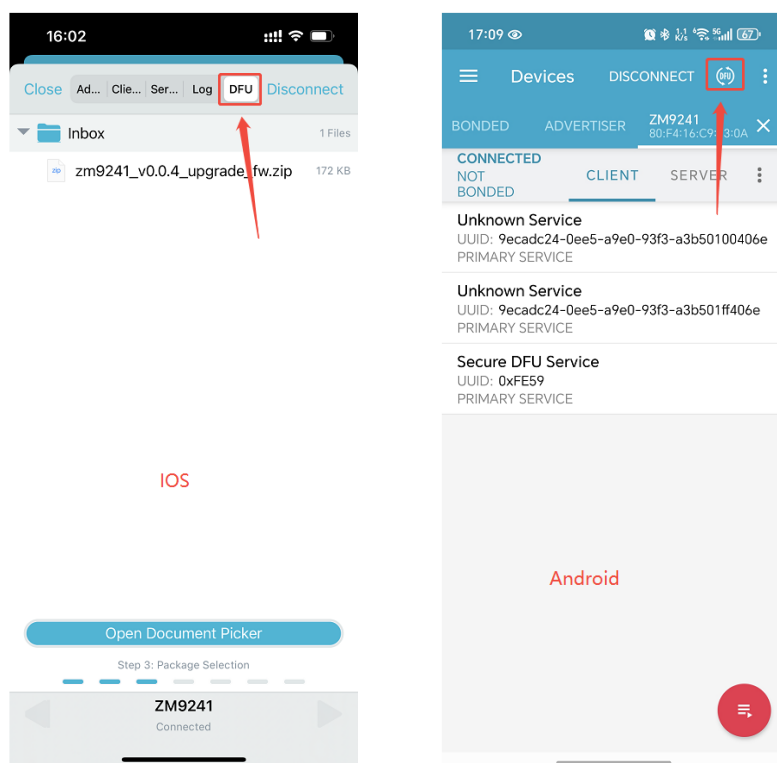

图 5.2 打开 DFU
2. 搜索并连接 ZM9241，连接成功后点击 DFU，如图 5.2 所示；